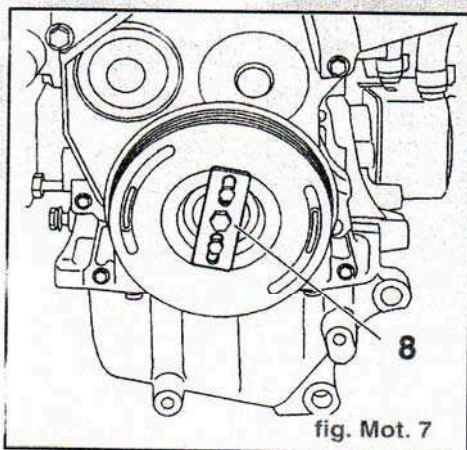

fig. Mot. 7
- Bloquer le volant moteur à l'aide de l'outil (6), arrêtoir de volant moteur (-) 0188F.
- la poulie de vilebrequin à l'aide de l'outil (8) (-) 0188P (fig. Mot. 7)